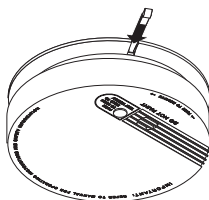

FIGURA 8
3. Con unas pinzas de punta larga, sujete la cabeza de la clavija de seguro e insértela en el orificio que se encuentra en la parte lateral de la alarma de humo. Ver Figura 8.